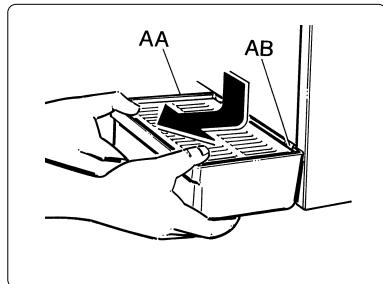

Fig. 19
- i) Démontez le petit bac qui sert à recueillir les gouttes (AA) en le baissant et en le tirant vers l'extérieur (voir la fig. 19).